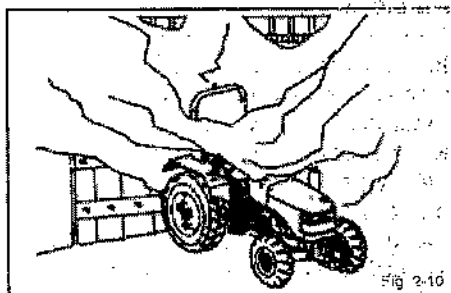

Fig. 2-10
**ADVERTÊNCIA:** Antes de dar a partida no motor, certifique-se de haver bastante ventilação. Nunca funcione o motor em ambientes fechados - os gases de escape podem causar asfixia. (Fig. 2-10)